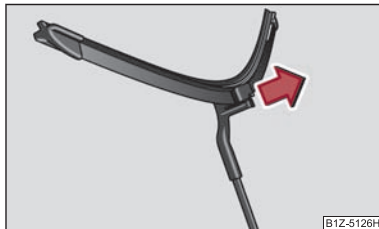

Fig. 44 Escobilla para el parabrisas
- Retire la escobilla en el sentido de la flecha ⇒ fig. 44 ⇒ ⚠.
- Colocar los brazos del limpiacristales sobre el parabrisas y conectar el encendido. Presionando la palanca de limpiacristales a su posición amortiguada ④ ⇒ fig. 44 o en marcha a una velocidad superior a 4 km/h retroceden los brazos del limpiacristales a su posición de reposo.